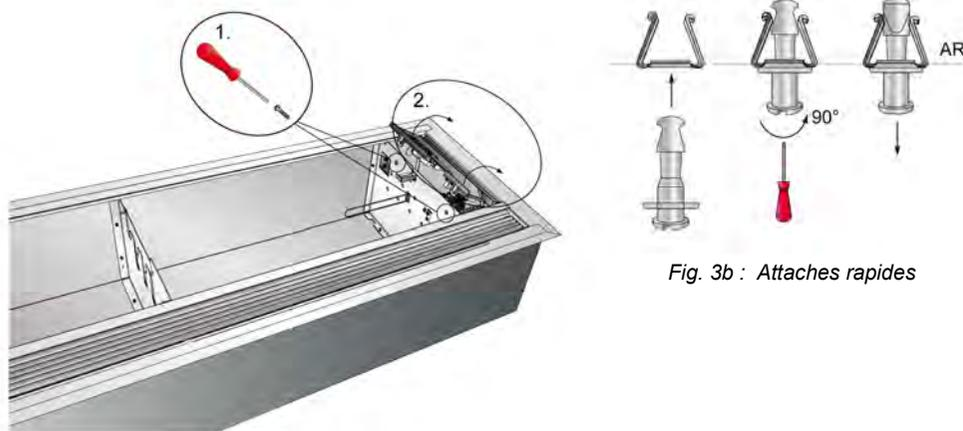

Fig. 3a : Ouverture de la trappe de visite
1. La trappe de visite s'ouvre en desserrant les attaches rapides situées du côté soufflage (tourner 90°), puis en dégageant la trappe de visite du rebord. Voir Fig. 3a/3b.
2. **La trappe de visite s'ouvre en desserrant les attaches rapides situées du côté soufflage (tourner à 90°), puis en dégageant la trappe de visite du bord. Voir Fig. 3a/3b p8.**